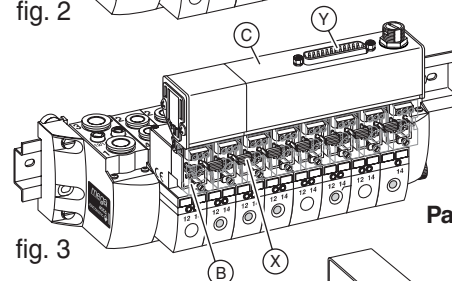

fig. 3
■ MULTIFILAIRE : MULTIPOL IP20 (fig. 3)